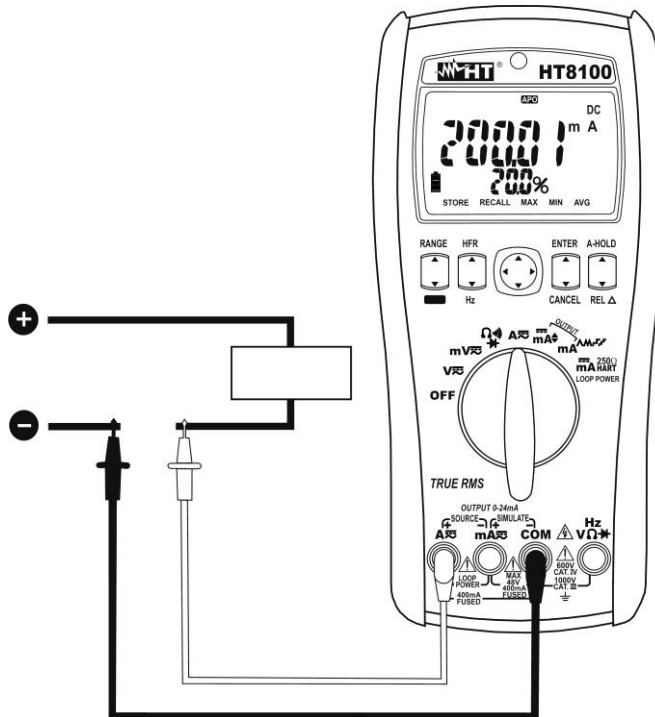

Abb. 4: Verwendung des Gerätes für Gleichstrommessung
5. Schalten Sie die rote und die schwarze Messleitung in Reihe mit dem Kreis, dessen Strom Sie messen möchten, und dabei achten Sie auf die Strompolarität und -richtung (siehe **Abb. 4** ~~Abb. 4~~).
8. Das Symbol "**-**" auf dem Display des Gerätes gibt an, dass der Strom die umgekehrte Richtung mit Bezug auf die Verbindung in **Abb. 4** ~~Abb. 4~~ hat.